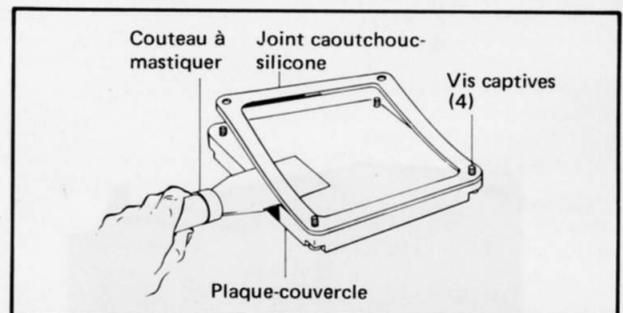

Fig. 18
5. En utilisant un couteau à mastiquer, séparer avec soin le joint en caoutchouc au silicone du côté intérieur de la plaque (Fig. 18).